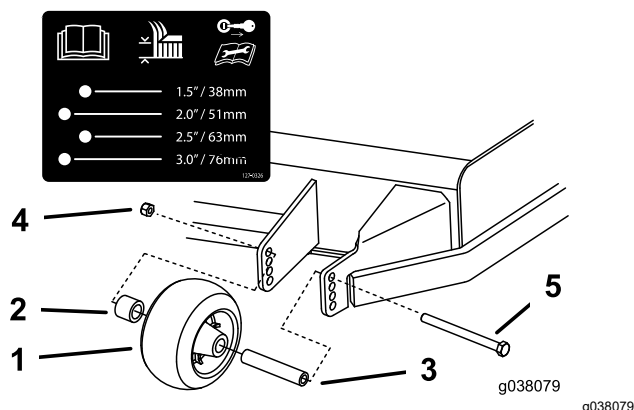

Figura 32
3. Ajuste los rodillos protectores del césped, tal y como se muestra en la Figura 32.